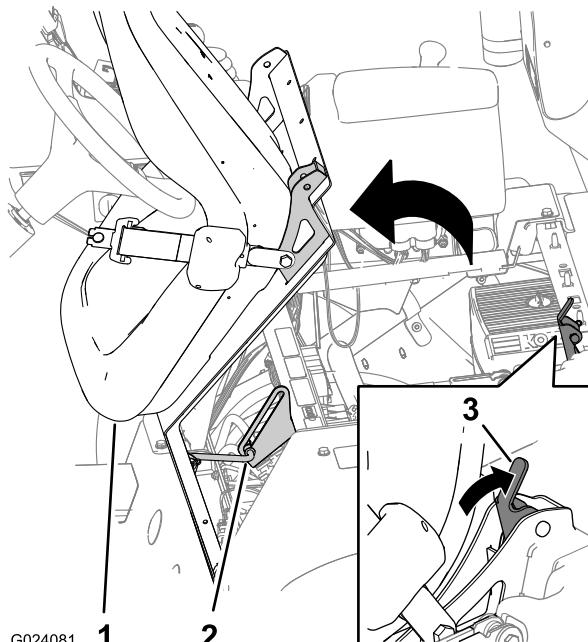

Рисунок 1
3. Наклоните сиденье и плиту сиденья вперед так, чтобы конец опорной стойки на кронштейне опорной стойки оказался в нижней части паза кронштейна (Рисунок 1).
2. Разблокируйте сиденье, нажав назад ручку защелки сиденья (Рисунок 1).